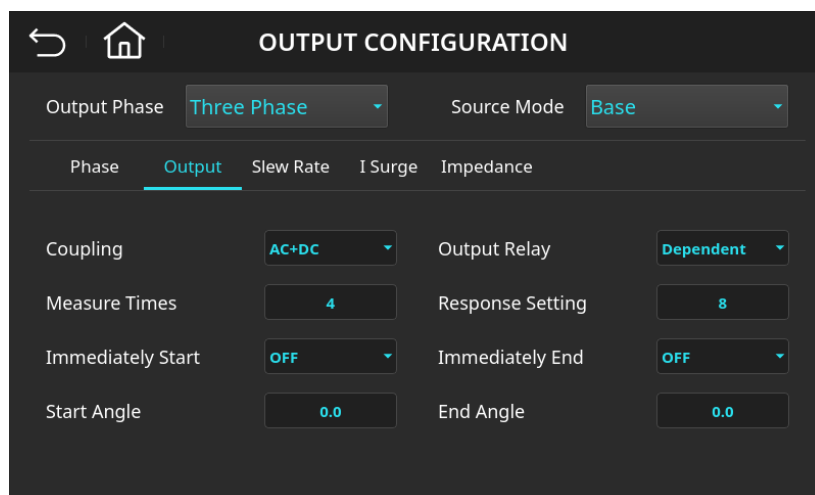

图 4-38 输出配置(Output)页面(Measure Times 设定为 4)
3. 输入  后按下  键，数值变更成“4”，如图 4-38 所示。